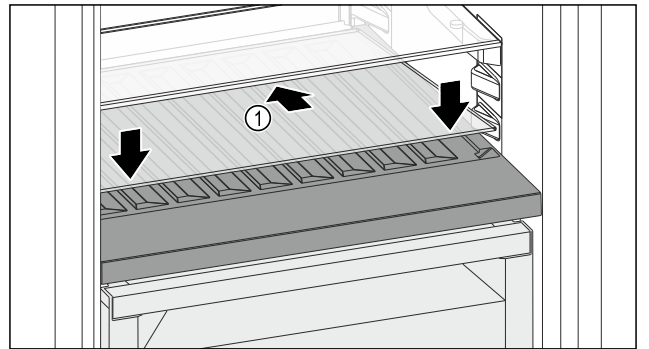

Fig. 118
- ▶ 向后下方倾斜放置玻璃隔板 Fig. 118 (1)。
- ▶ 放低玻璃隔板 Fig. 118 (1) 前部。